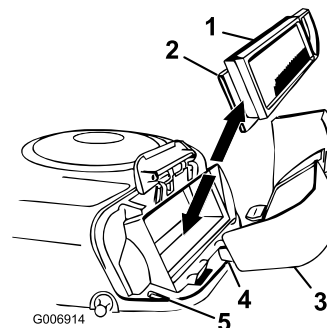

Figure 21
7. Sortez avec précaution les éléments en papier et en mousse du carter de ventilateur (Figure 21).
2. Placez les languettes du couvercle du filtre à air en face des fentes du carter de ventilateur (Figure 21).